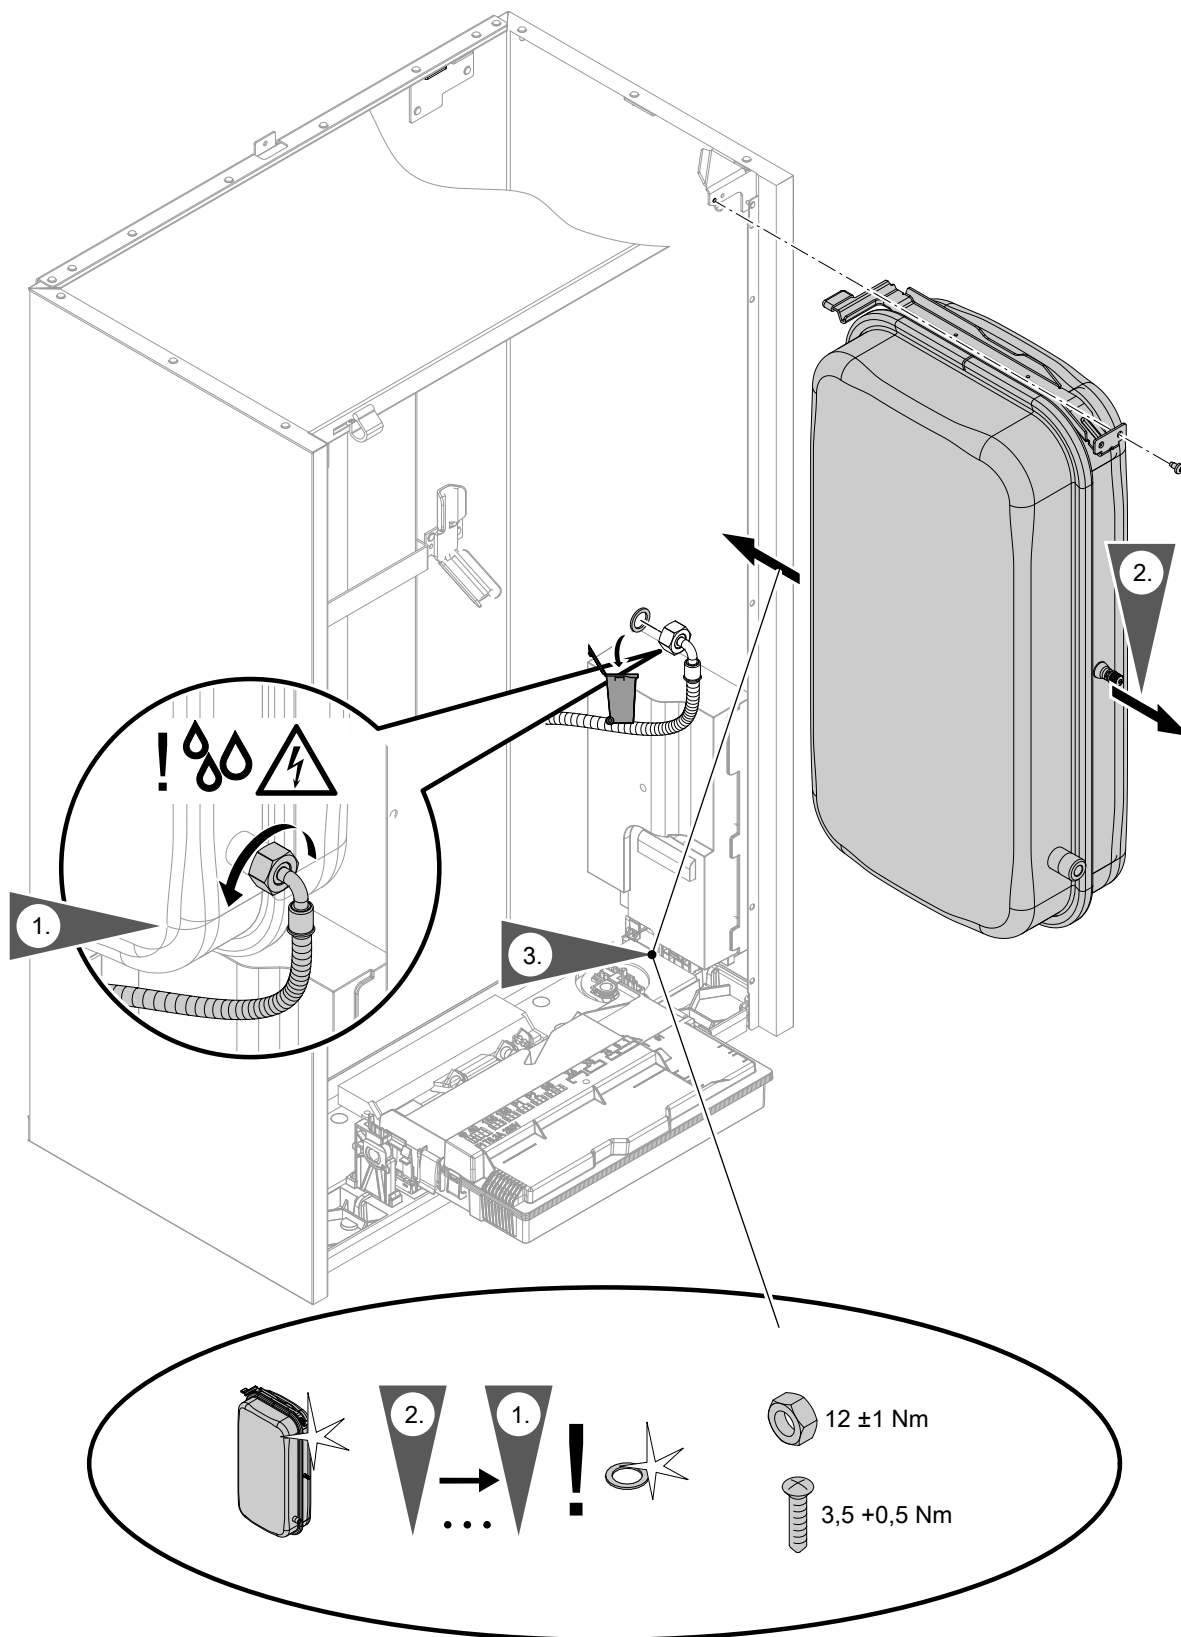
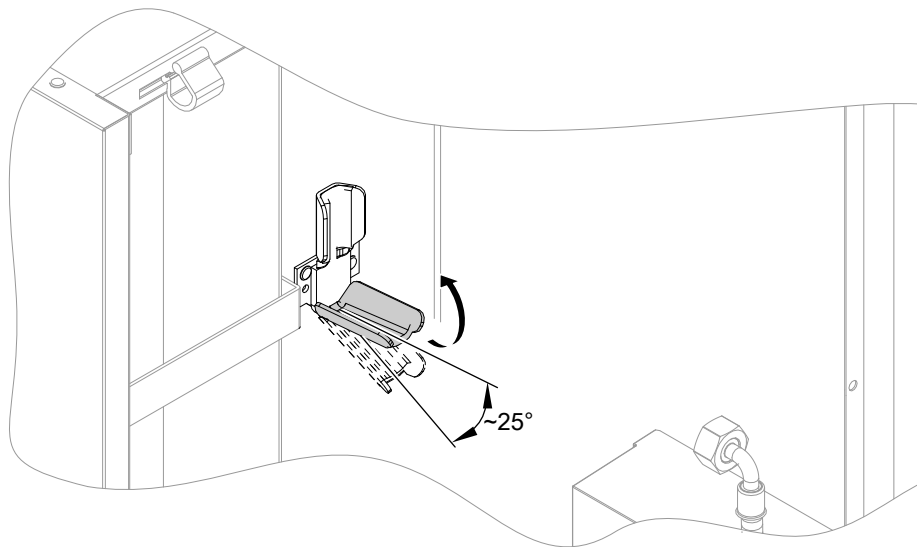

Abb. 102
Abb. 103
- Ausdehnungsgefäß: Siehe Abb. 102 und ggf. Abb. 103.